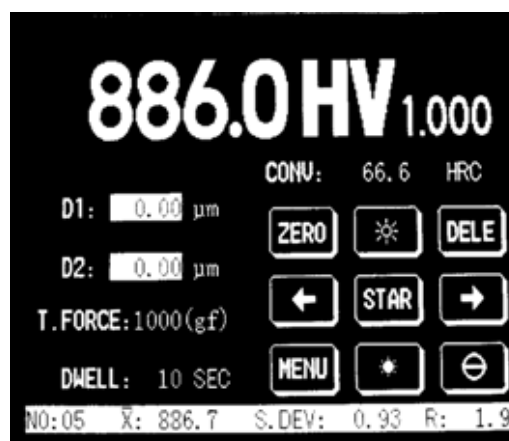

Abbildung 5-1 Hauptbildschirm
- Drücken Sie **>I<** auf dem Hauptschalter um den Härteprüfer einzuschalten. Ist das System im ordnungsgemäßen Zustand, so piept es und das zeigt das Firmenlogo von BAQ ungefähr 3 Sekunden an (siehe Abbildung 5-1). Danach zeigt das System den Hauptbildschirm.